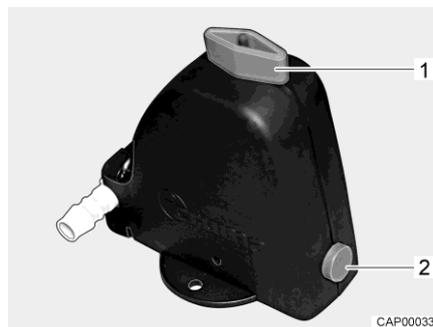
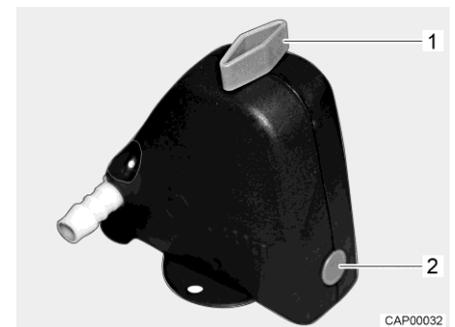

Fig. 67 Valvola di sicurezza/di scarico aperta
Fig. 68 Valvola di sicurezza/di scarico chiusa
- Chiudere la valvola di sicurezza/di scarico. A tal fine ruotare la manopola (Fig. 67,1) trasversalmente rispetto alla valvola di sicurezza/di scarico e premere verso l'interno il bottone automatico (Fig. 67,2). La valvola di sicurezza/di scarico chiusa è rappresentata in Fig. 68. Con temperature inferiori a 6 °C non è possibile chiudere la valvola di sicurezza/di scarico.